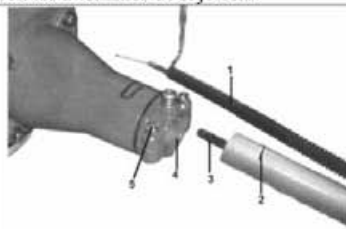

Fig.E2
4. Empuje el tubo inferior hacia la mordaza de tubo y gírelo a mano y verifique que las ranuras del eje principal engranan en el cabezal mecánico. Véase la Fig.E2